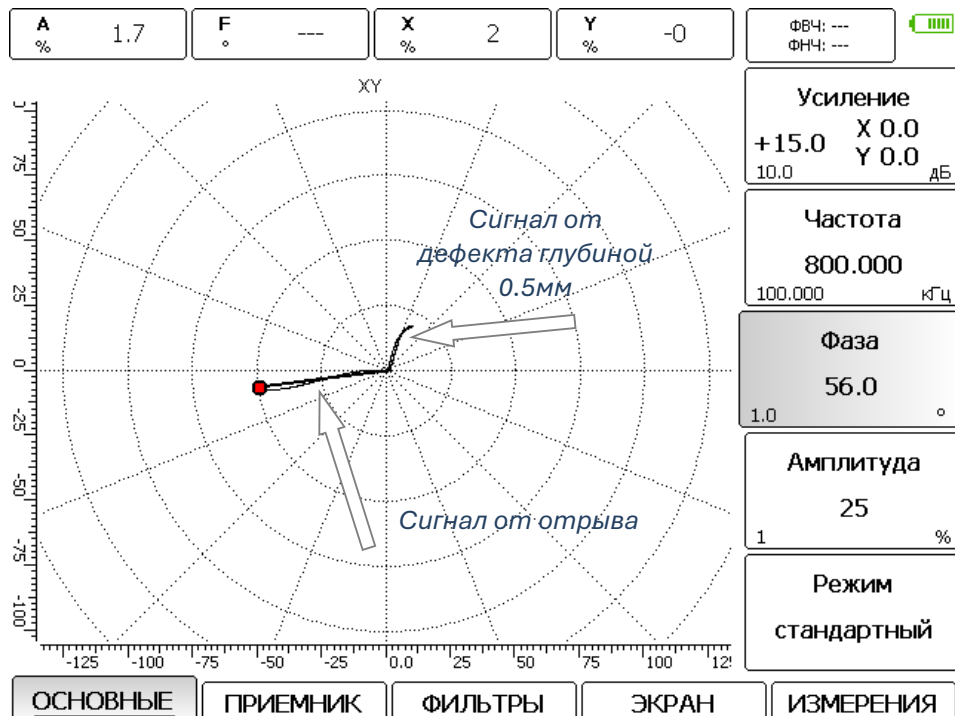
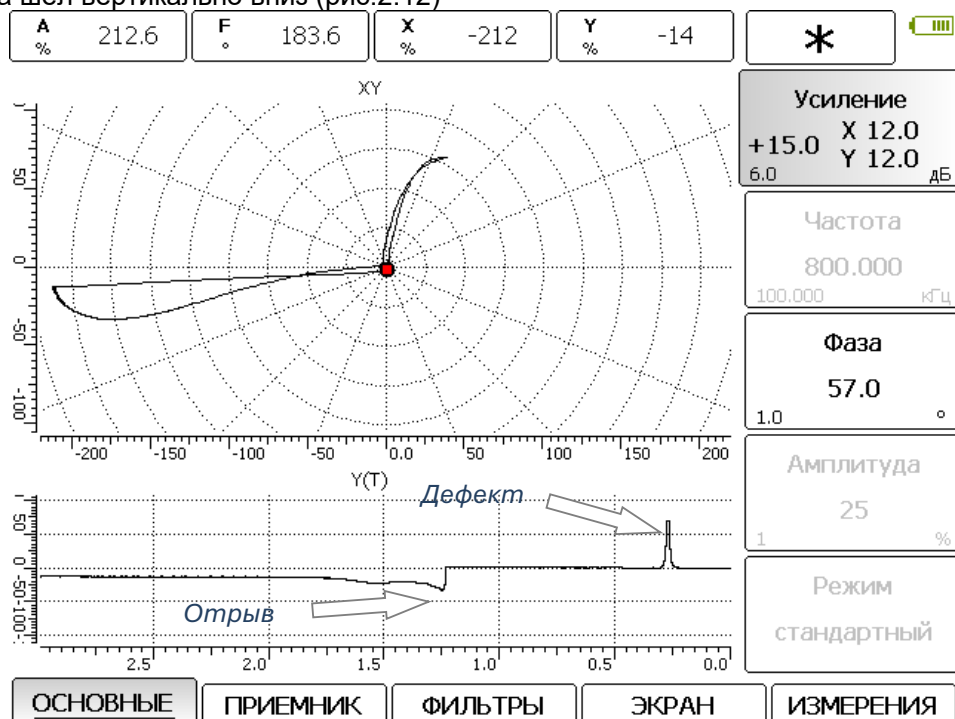

Рис.2-11 Вид экрана прибора с выявленным искусственным дефектом
Рис.2-12 Вид экрана прибора с разверткой XY + YT
Шаг 7. Проведите преобразователем вдоль образца ВСО-1, так чтобы выявить средний искусственный дефект. Вид экрана показан на рис. 2-11
Как видно по рис.2.11 направления сигнала и отрыва на образце из углеродистой стали отличаются на 90 град.
Шаг 9. Сигнал отрыва на рис. 2.11 имеет некоторый заворот по оси Y в самом конце. Если изменить вид экрана на XY+YT, то на развертке сигнала по оси Y от времени (YT) это может являться мешающим фактором. Для устранения этого эффекта отрегулируйте фазу так, чтобы на развертке YT сигнал отрыва шел вертикально вниз (рис.2.12)